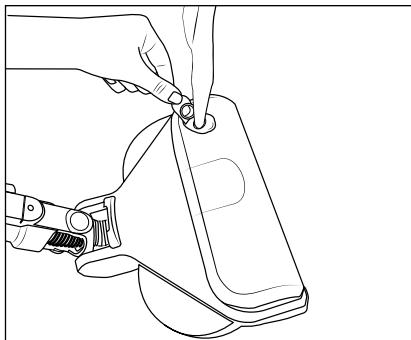

Fig. 16
- 1) Afferrare la linguetta di chiusura ⑥ del serbatoio dell'acqua pulita ③ con le dita e tirarla via verso l'alto dall'apertura di riempimento del serbatoio dell'acqua pulita ③ (vedere fig. 16).
- 2) Versare acqua di rubinetto o acqua distillata nel serbatoio dell'acqua pulita ③ (vedere fig. 16).
- 3) Chiudere nuovamente l'apertura di riempimento del serbatoio dell'acqua pulita ③ premendo saldamente la linguetta di chiusura ⑥ sull'apertura di riempimento.